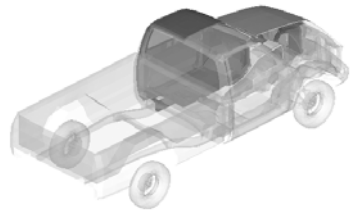

图 13-34 透明模式下模型状态
(3) 单击 Apply 按钮，在 X 方向创建一个截面。
(4) 单击 Reverse 按钮，观察截面另一部分。
(5) 打开透明模式，效果如图 13-34 所示。
(6) 在 Define plane 栏下拖动滑杆，以改变截面位置。